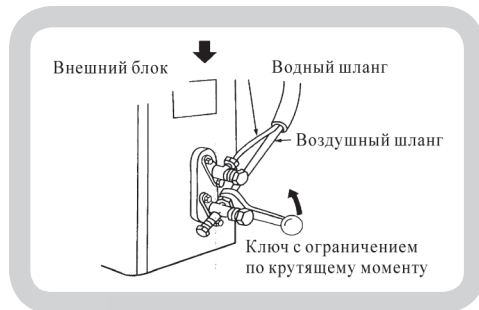

рис.2
- Совместив концы труб, закрутите их с усилием. (См. рис. 2)